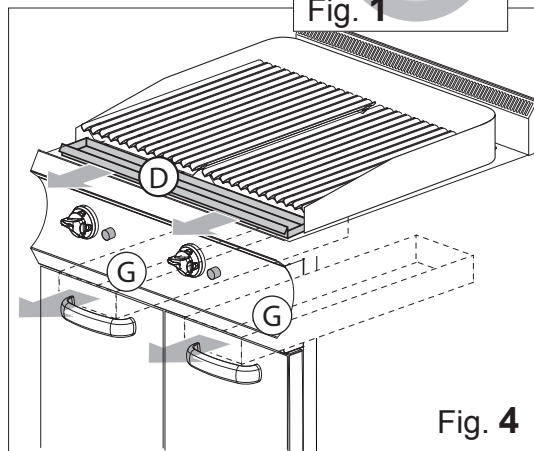
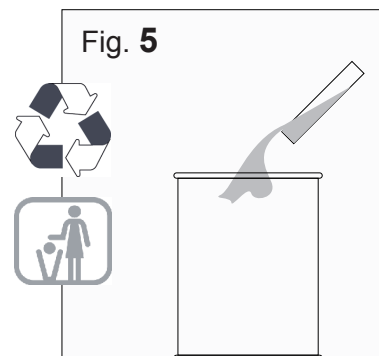
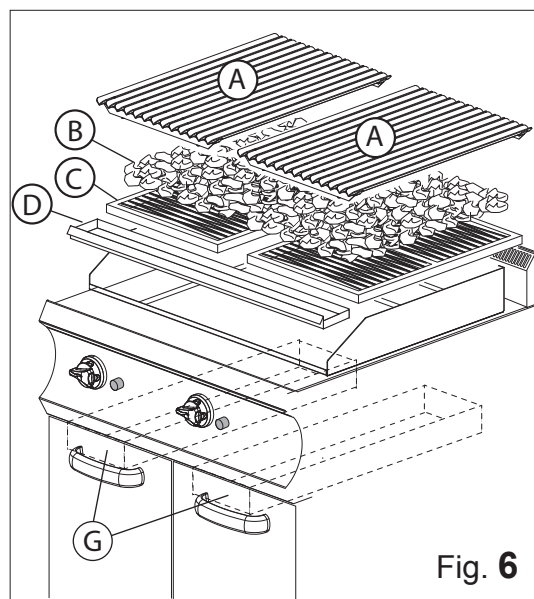

Fig. 4
Fig. 5
Fig. 6
- слив отработанного масла (емкость на рис. 6, поз. D).
- выгрузка золы (контейнер на рис. 6, поз. F).
- Извлечь контейнер и опорожнить его при соблюдении порядка утилизации, предусмотренного по месту эксплуатации изделия (рис. 4, поз. D. рис. 5). Затем установить опорожненную емкость на свое место.
- Проверить уровень наполнения контейнера золы (рис. 4, поз. G), при необходимости опорожнить его и установить на место.
- Поднять и снять жарочные панели (рис. 6, поз. A).
- Извлечь израсходованные камни (рис. 6, поз. B).
- Очистить контейнер для камней (рис. 6, поз. C) и контейнеры сбора золы, предварительно выдвинув их из изделия (рис. 4, поз. G).
Очистка после смены лавовых камней При замене израсходованных лавовых камней необходимо: • Дождаться охлаждения варочной поверхности, чтобы исключить риск получения ожогов пользователем. • выполнить порядок действий по ежедневному уходу из пунктов 1-2-3 • Извлечь израсходованные камни (рис. 6, поз. В). очистить контейнер для камней; • Положить новые камни на соответствующее место. • выполнить порядок действий по ежедневному уходу из пунктов 4-5.